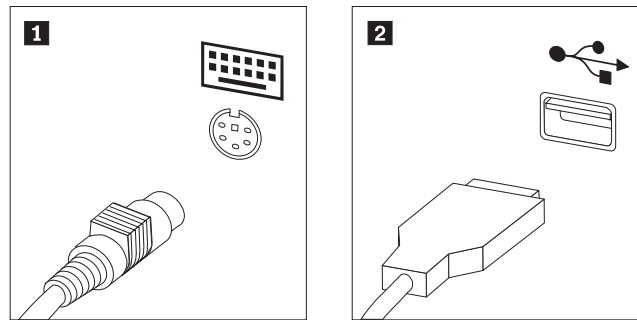

Рисунок 43. Разъемы клавиатуры (стандартный или USB)
3. Найдите разъем клавиатуры. Смотрите раздел рис. 43.